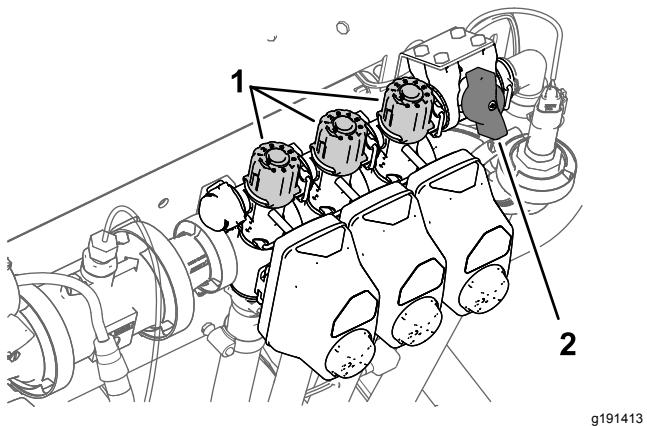

图 39
9. 关闭左喷洒臂段开关并调节喷洒臂段旁通旋钮 **图 39** 直至显示的喷洒率达到表中所示的先前水平。
11. 调节右喷洒臂段旁通旋钮 **图 39** 直至显示的喷洒率达到表中所示的先前水平。
13. 调节中喷洒臂段旁通旋钮 **图 39** 直至显示的喷洒率达到表中所示的先前水平。